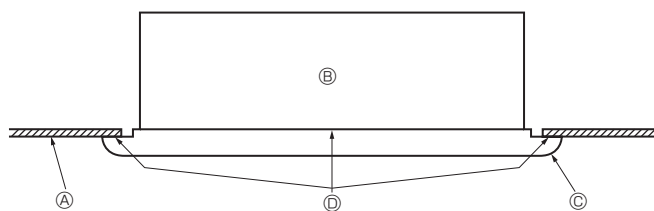

Рис. 5-6
- Далее затяните крепежные болты ② и крепежные винты ③ в трех местах в центре.
- И наконец затяните крепежные болты ② в четырех местах слева и справа.
- На этом этапе убедитесь в отсутствии щелей между внутренним прибором и передней панелью, а также между передней панелью и поверхностью потолка. Наличие щелей может привести к попаданию ветра, что, в свою очередь, может вызвать капание воды. (Рис. 5-6).
### 5.4. Контрольные проверки после установки (Рис. 5-6)